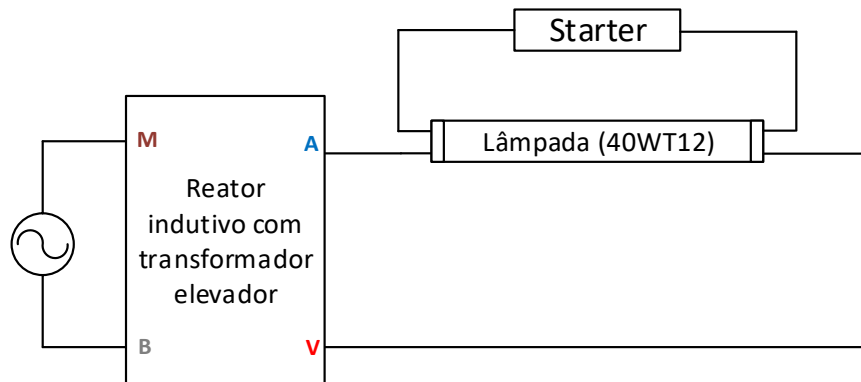

Figura 2 - Lâmpada 40WT12 alimentada por um reator indutivo com starter
- 1.2.3. Complete a ligação conforme a figura 2. As letras M, B, A, V indicam as cores dos terminais da bancada didática: M=marrom/preto, B=branco, A=azul, V=vermelho. **Q starter a ser utilizado aqui é o FS-4.**